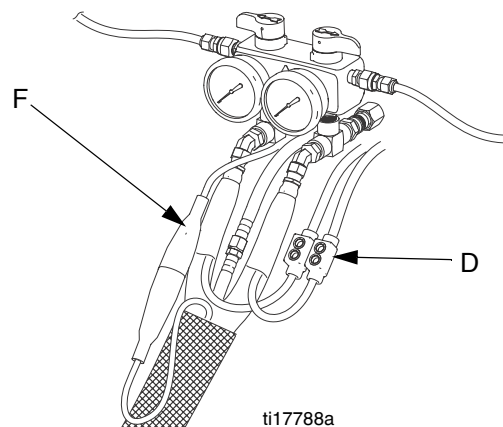

Рис. 9. Шланг с подогревом
3. Отсоедините разъем шланга (D) от Reactor, Рис. 9.
3. Отключите кабель (F) датчика температуры жидкости от Reactor (см. Рис. 9).